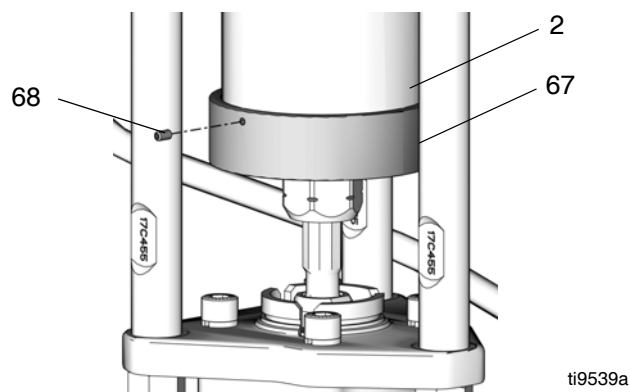

FIG. 10. Installation du collecteur
4. Faites fonctionner le moteur par à-coups pour déplacer le piston de coulisseau (9) vers le bas de la course, permettant ainsi la reconnexion de l'écrou d'accouplement (14).
5. Assurez-vous que les bagues (13) sont bien en place dans l'écrou d'accouplement (14).
6. Mettez une clé de 19 mm (3/4 po.) sur les méplats du piston de coulisseau (9) pour l'empêcher de tourner lorsque vous allez serrer l'écrou d'accouplement (14). Placez la clé de sorte qu'elle s'appuie sur l'une des barres d'accouplement (3) ou sur le pied. Serrez l'écrou d'accouplement (14) sur le piston de coulisseau (9) et serrez à un couple de 102-108 N•m (75-80 pi-lb).
7. Consultez la FIG. 10. Poussez le collecteur (67) vers le haut sur le bas du coulisseau (2) de manière à ce qu'il se positionne correctement. Installez les trois vis sans tête (68) en serrant avec les doigts.